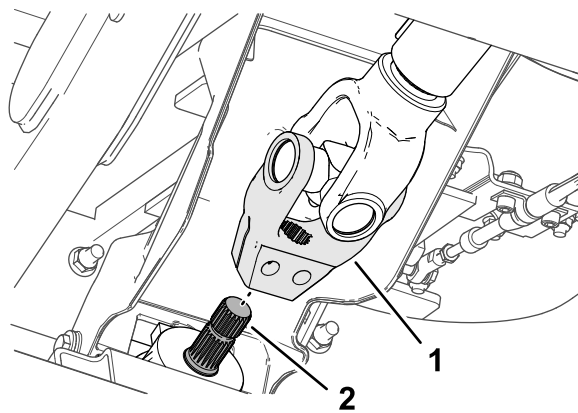

Figura 17
5. Alinee las acanaladuras de la horquilla del árbol de transmisión con las acanaladuras del eje de entrada del accesorio (**Figura 17**) y deslice la horquilla sobre el eje.